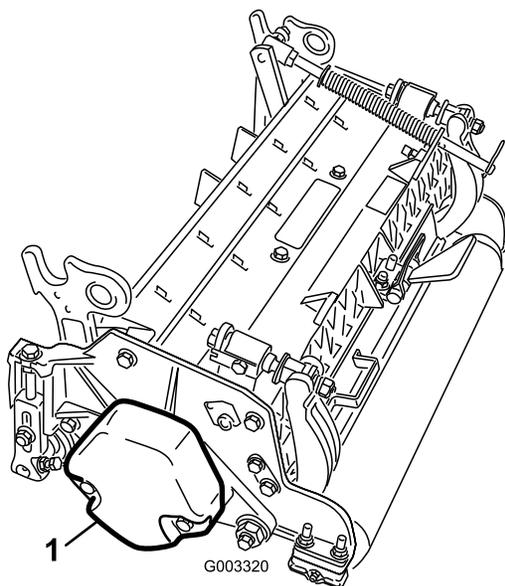

図 3
4. カウンタウエイト 図 3 を正しく取り付けるカッティングユニットのオペレーターズマニュアルを参照。